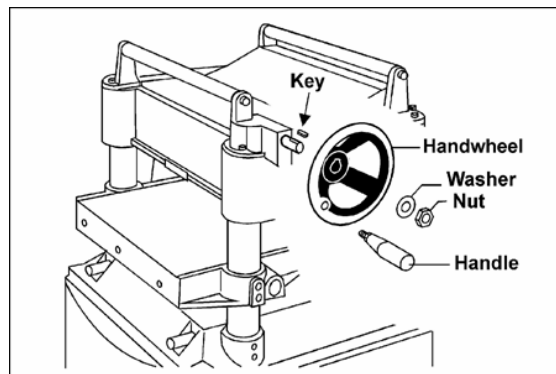

Рис. 8
1. Снимите гайку и шайбу с оси редуктора и поместите маховик на ось (Рис. 8), убедившись, что она сориентирована так, чтобы паз в маховике располагался над шпонкой.